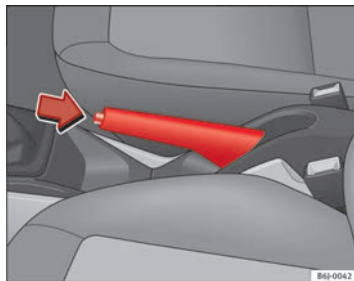

Fig. 122 Frein à main entre les sièges avant
⇒ fig. 122.
- Soulevez légèrement le levier du frein à main, appuyez sur le bouton de déblocage dans le sens de la flèche ⇒ fig. 122 et abaissez le levier au maximum ⇒ △.